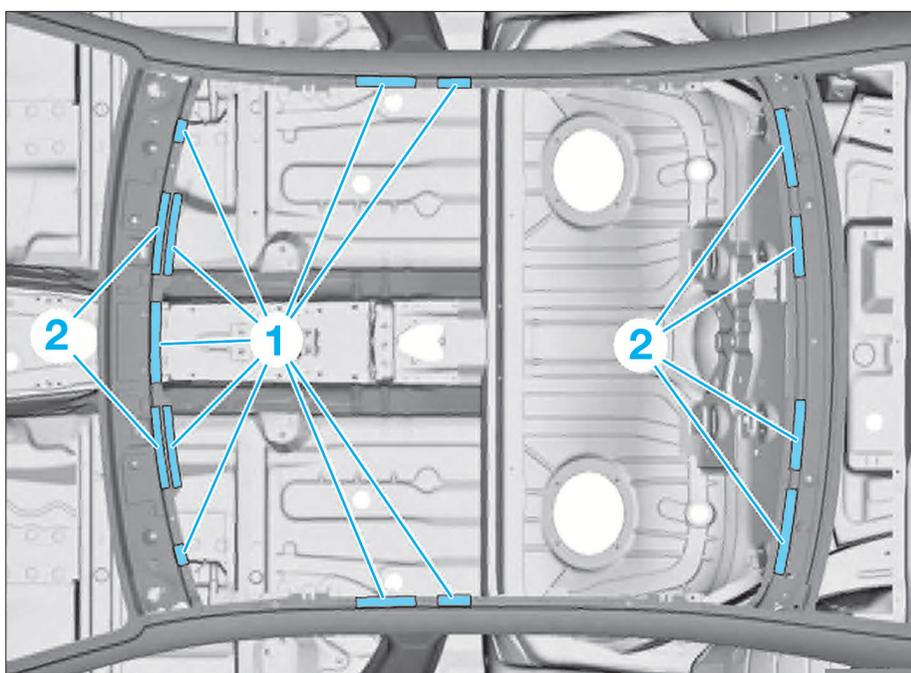

FIG. 45
- Détacher les zones de collage (1) et (2) puis déposer le panneau de toit (Fig.45).
- Appliquer de la colle dans les zones (1).
- Appliquer le mastic d'étanchéité dans les zones (2).